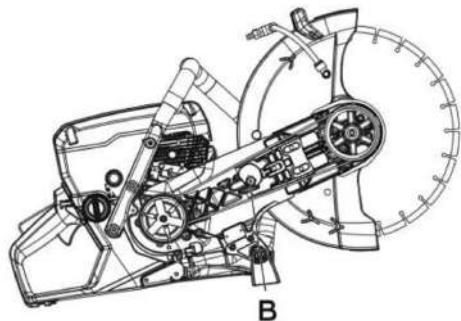

Рис. 52
4. Установите кожухи ремня и съемной головки на место и затяните гайки (А) от руки. Покачайте защитный кожух (Е) вверх и вниз 3–5 раз, а затем затяните гайки (А) с помощью ключа (рис.52).